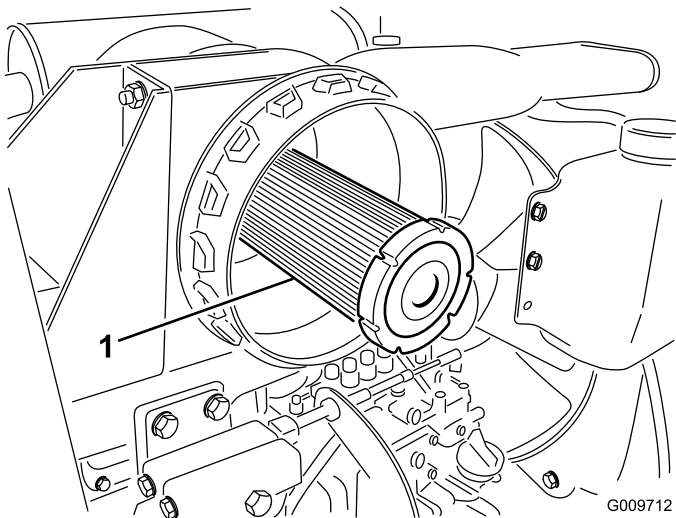

**Bild 28**
3. Entfernen und wechseln Sie den Hauptfilter aus (Bild 28).